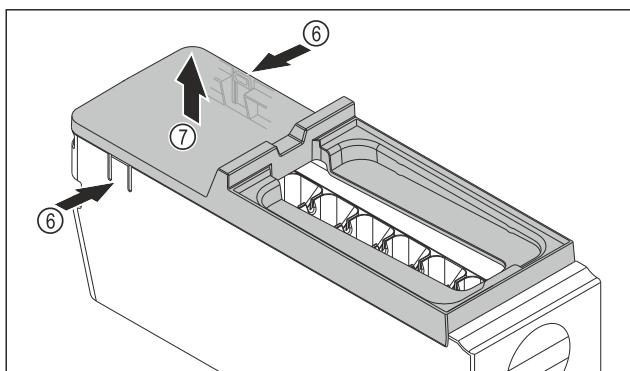

Fig. 83
- Scoateți apărătoarea corpului EasyTwist-Ice: Apăsați eclisele Fig. 83 (6) de pe ambele părți ale corpului EasyTwist-Ice cu o mână.
- Scoateți apărătoarea Fig. 83 (7) cu cealaltă mână în sus.